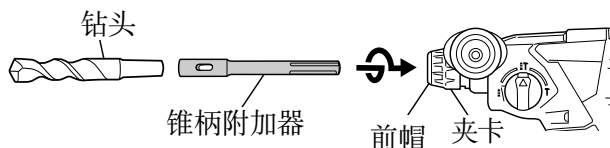
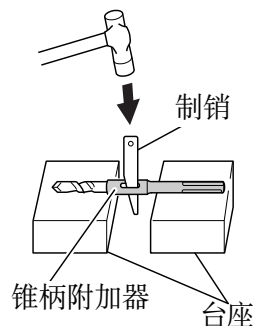

图 26
图 27
- (1) 把锥柄附加器安装在电动锤钻上。(图 26)
- (2) 把钻头（锥柄）安装在锥柄附加器上。(图 26)
- (3) 接通开关，按预定深度钻开一个孔口。
- (4) 拆卸钻头时，可将制销插入锥柄附加器的缝隙，把钻头放在台座上，用锥子敲打制销头部。(图 27)